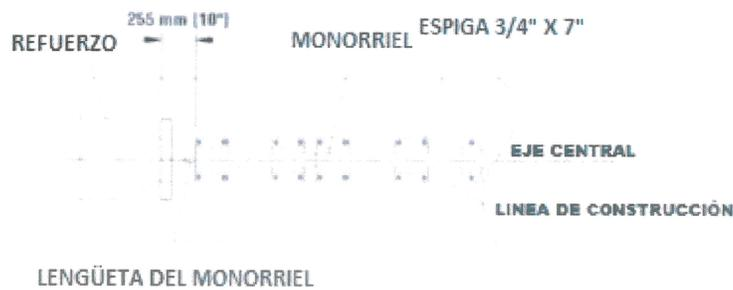

Figura 19
A) Instalación del monorriel para refuerzo de concreto (Figura 19)